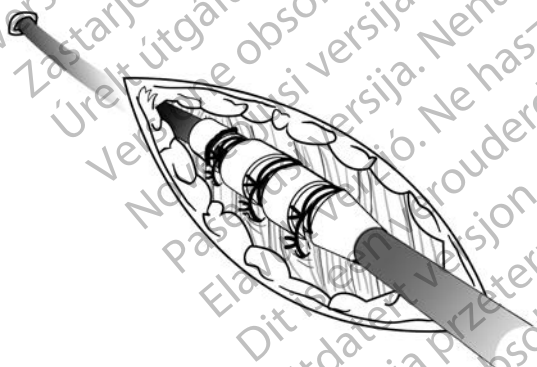

Figure 13. Exemple de manchon de suture, technique d'implantation percutanée
1. Peler la gaine du désilet et glisser le manchon de suture profondément dans les tissus (Figure 13 Exemple de manchon de suture, technique d'implantation percutanée en page 34).